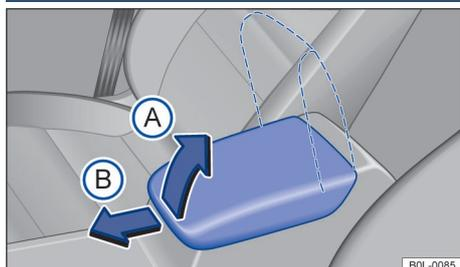

Рисунок 59. Средний подлокотник переднего ряда сидений
Если вам нужно поднять подлокотник вверх, потяните вверх средний подлокотник шаг за шагом в направлении стрелки → Рисунок 59 ①.